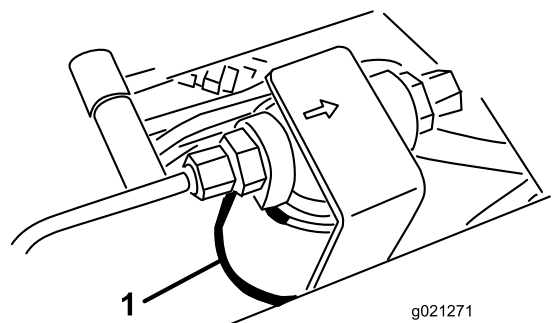
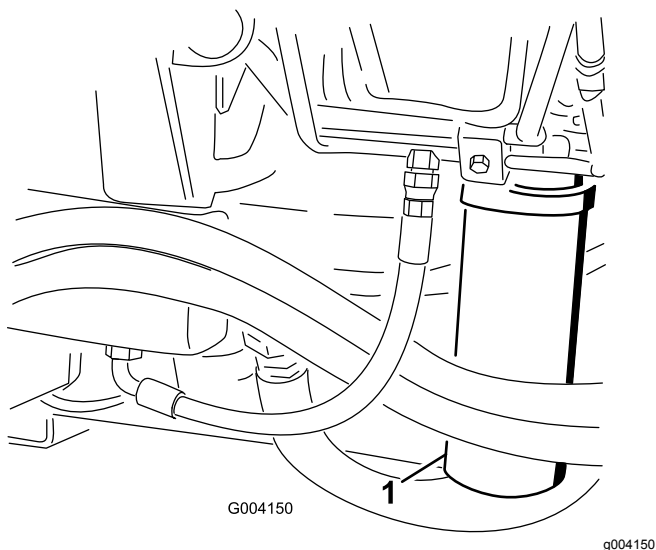

Figura 88
Figura 89
2. Limpie la zona alrededor de la zona de montaje del filtro y coloque un recipiente debajo del filtro (Figura 88 y Figura 89).